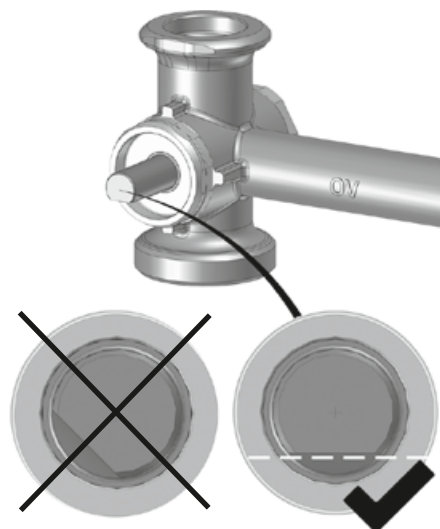

Fig. 22
7. Monter le moteur sur l'adaptateur (3) et le presser fermement contre la vanne mélangeuse à trois voies jusqu'à ce que vous entendiez un clic. Les nervures du dispositif anti-torsion dans le corps de la vanne servent au guidage (fig. 22).